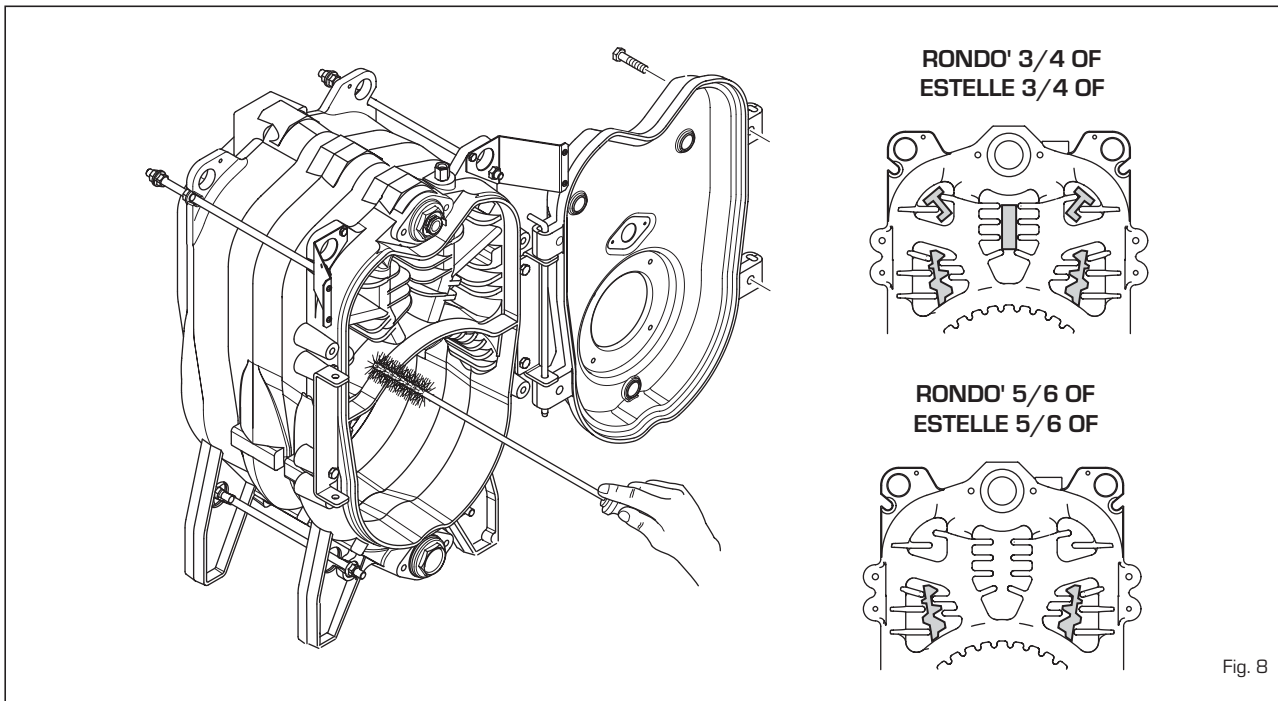

Fig. 8
3.3.1 Rookgaszijde van de ketel (fig. 8)